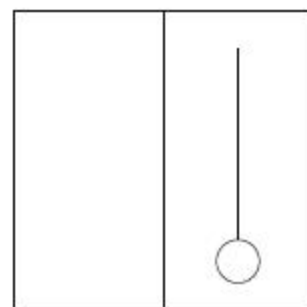

图8-133 绘制线段
**04** 调用L【直线】命令，绘制长度为320的垂直线段，结果如图8-133所示。